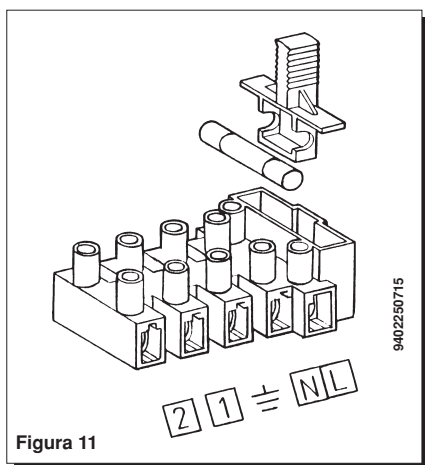

Figura 11
- aceda à régua de terminais de alimentação (figura 11) como descrito no capítulo precedente;
- remova o comutador de derivação dos terminais (1) e (2);